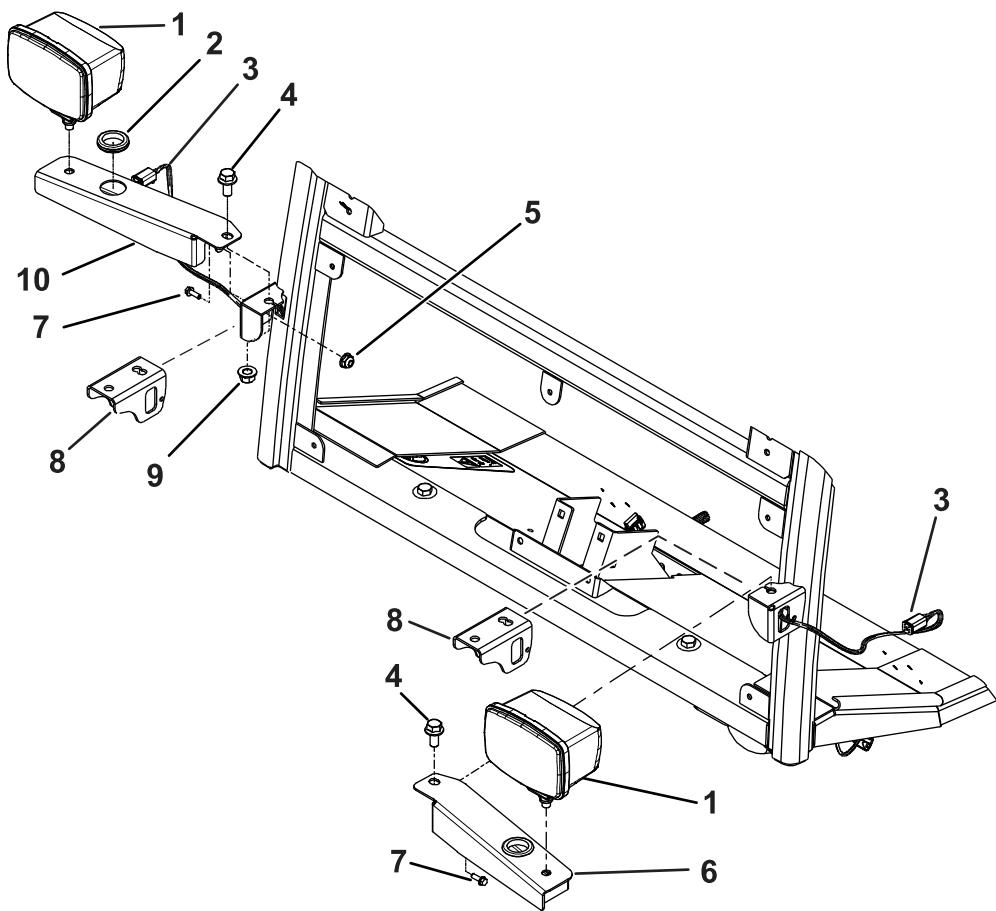

Figura 7
5. Montate ciascuna staffa del faro sulla cabina utilizzando 1 bullone (½" x 1"), 1 dado (½"), 1 bullone (¼" x ¾") e 1 dado (¼") come mostrato nella Figura 7.
8. Collegate il cablaggio preassemblato a ciascun faro (Figura 7).